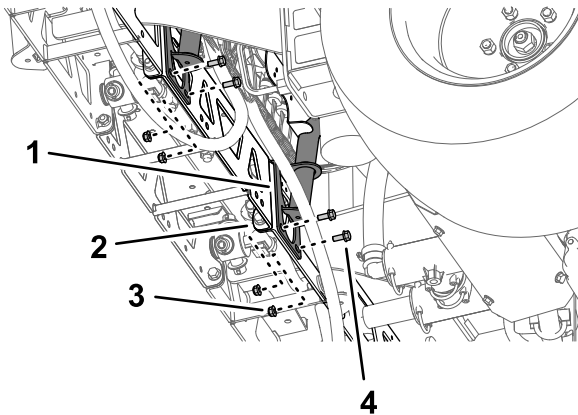
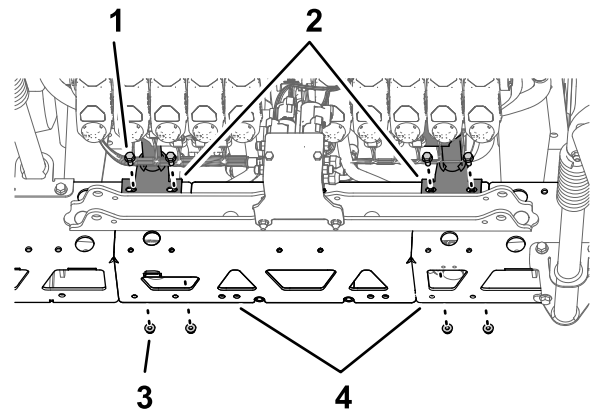

Рисунок 110
Рисунок 111
2. Совместите отверстия в монтажном кронштейне опоры крепления клапанов с отверстиями в ферменной раме средней секции опрыскивателя (**Рисунок 110**).
3. Установите опору крепления клапанов на ферменную раму (**Рисунок 110** и **Рисунок 111**) при помощи 4 болтов (5/16 x 3/4 дюйма) и 4 фланцевых контргаек (5/16 дюйма).